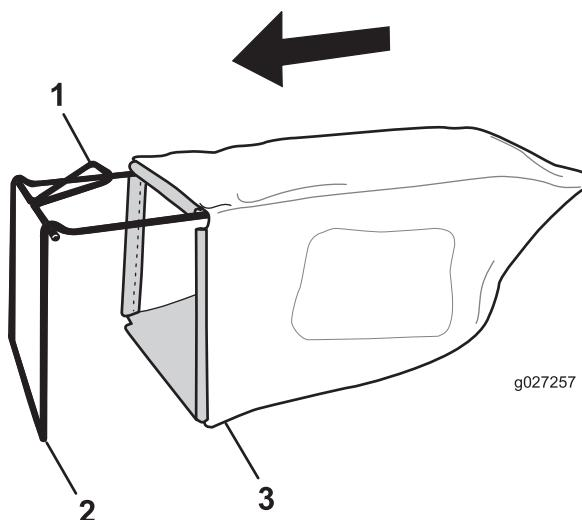

Figure 7
- Glissez le bac sur l'armature, comme montré à la Figure 7.
Remarque: Ne faites pas passer le bac sur le guidon (Figure 7).